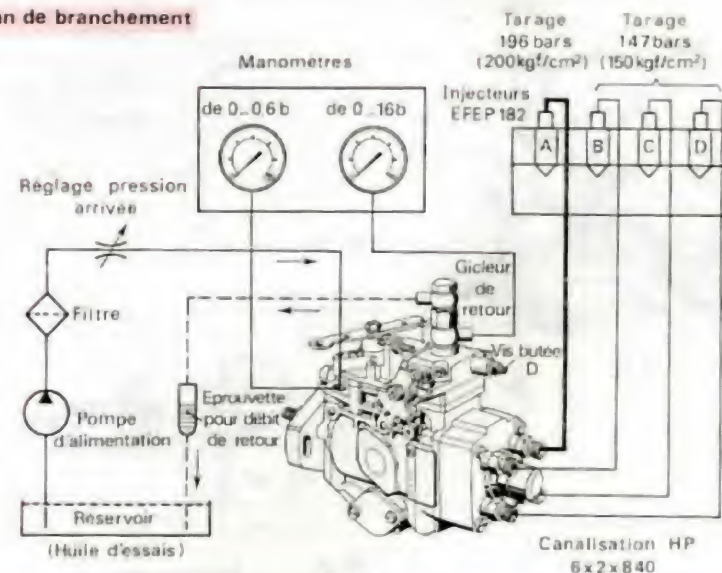

Fig. 51.
- A l'aide du support approprié, monter la pompe sur le banc d'essais (2).
- Brancher les canalisations (fig. 51).